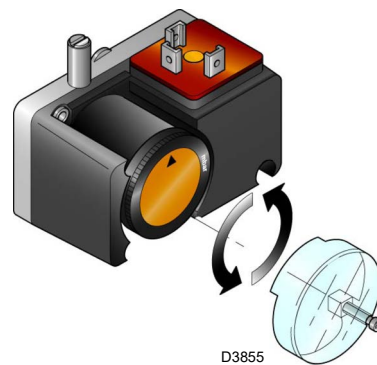

Fig. 31
- Regular el presostato gas de mínima (Fig. 31 a pág. 34) en el inicio de la escala.
Regular el presostato gas de mínima (Fig. 31) después de ajustar el quemador, las válvulas de gas y el estabilizador de la rampa.